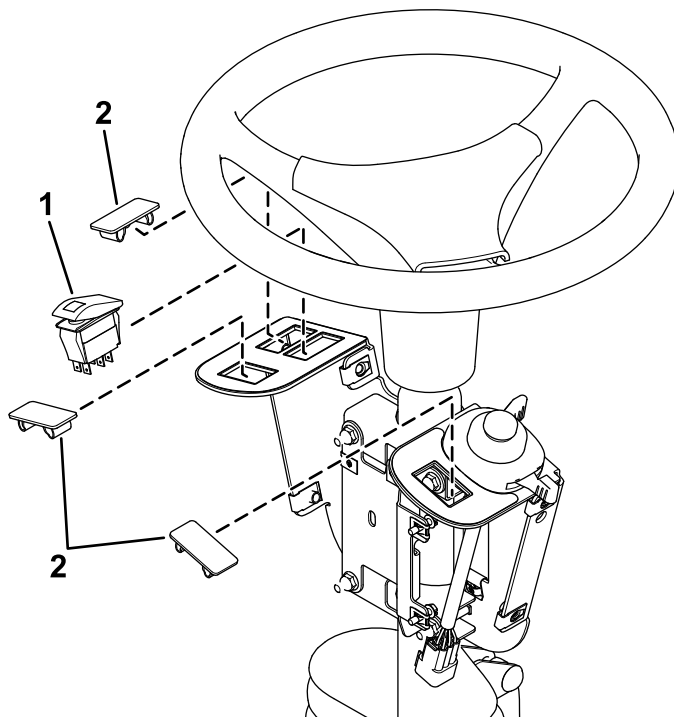

**Figura 4**
- Montate l'interruttore multifunzione sul relativo supporto e fissatelo con le sue clip sotto al foro destinato all'interruttore (Figura 4).